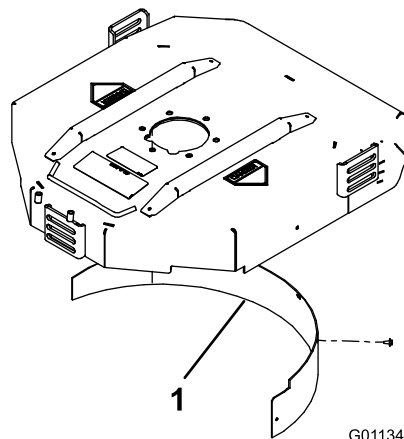

Figura 4
2. Instale el deflector de mulching en el hueco trasero y fíjelo con 5 tornillos con arandela prensada (Figura 4).